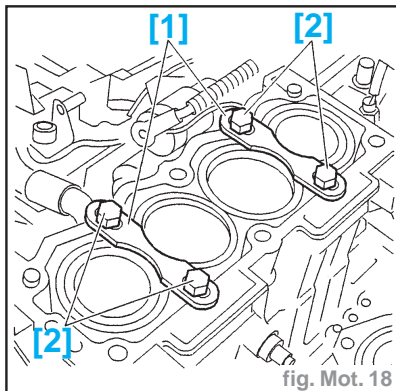

fig. Mot. 18
- Mettre en place les brides (1) (réf. 0132A1Z) de maintien des chemises avec les vis (2) (vis M10 x 150) (fig. Mot. 18) (uniquement sur moteur à carter cylindres aluminium).